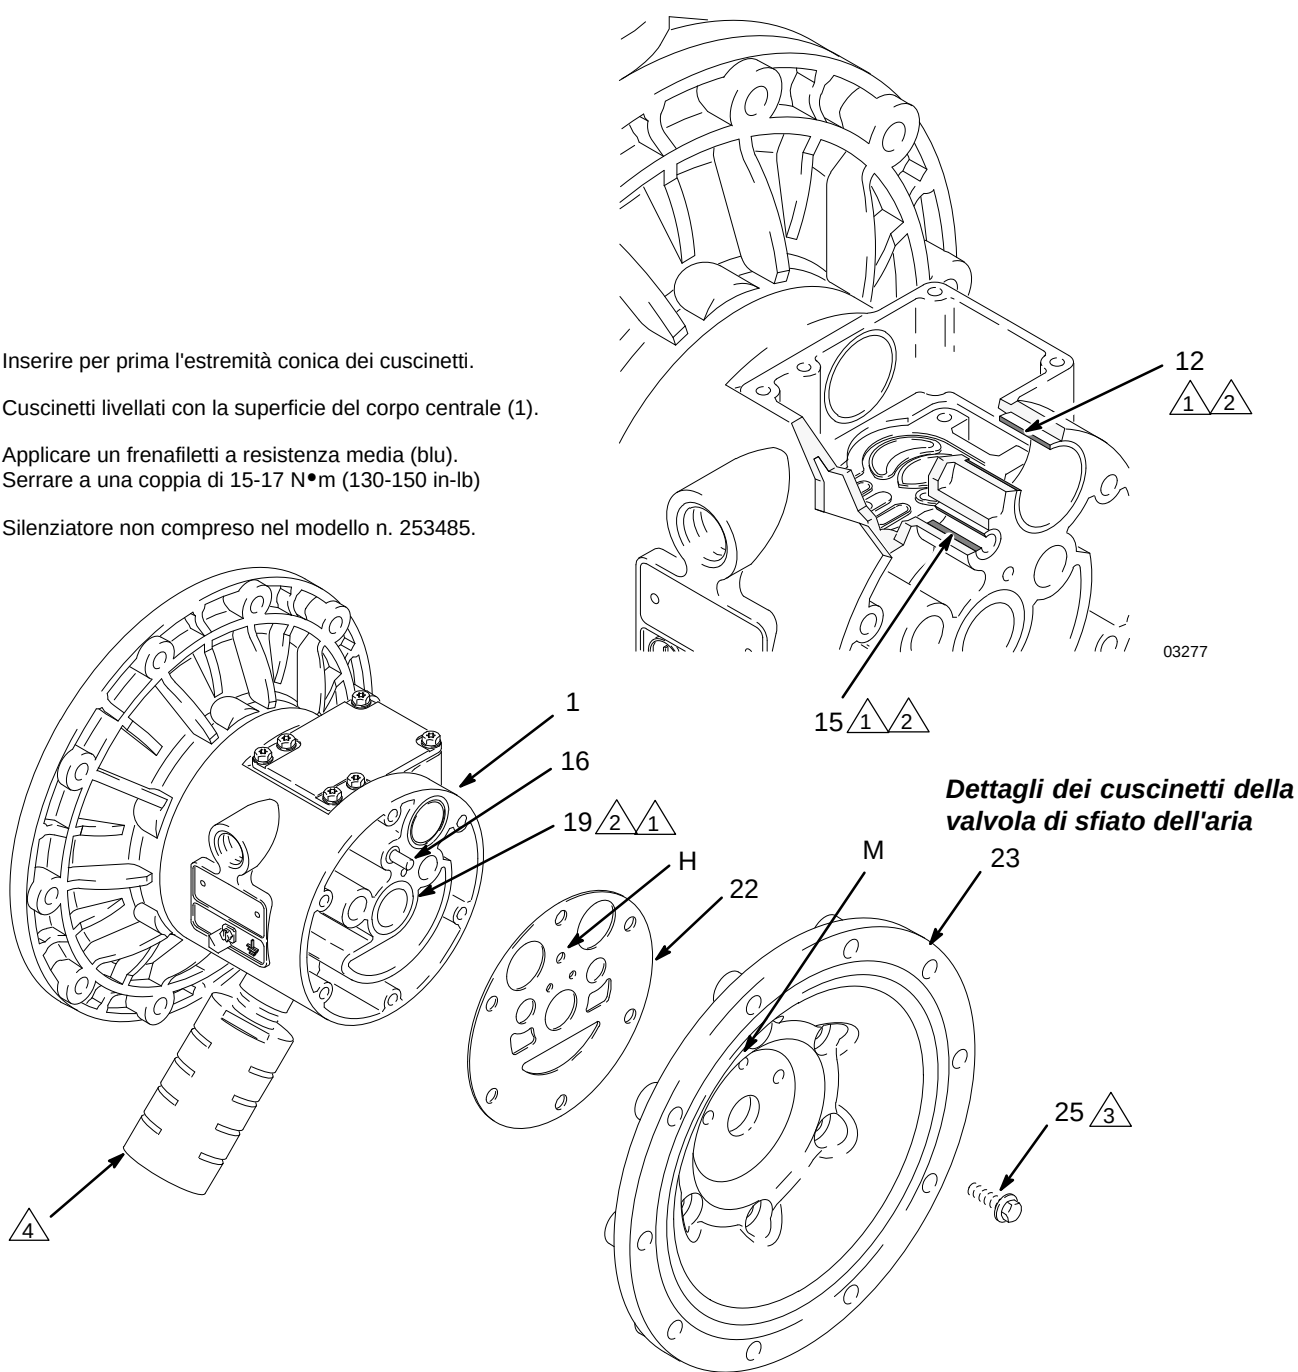

FIG. 13
5. Utilizzando una chiave a tubo da 10 mm, rimuovere le viti (25) che fissano i coperchi dell'aria (23) sul corpo centrale (1). Vedere: FIG. 13.
6. Rimuovere le guarnizioni del coperchio dell'aria (22). Sostituire sempre le guarnizioni con guarnizioni nuove.
7. Utilizzare un estrattore di cuscinetti per rimuovere i cuscinetti dell'albero della membrana (19), i cuscinetti della valvola dell'aria (12) o i cuscinetti del perno di guida (15). Non rimuovere i cuscinetti non danneggiati.
8. Se sono stati rimossi i cuscinetti dell'albero della membrana (19), arrivare al centro del corpo (1) con un uncino per O-ring, agganciare le guarnizioni a U
1. Se sono state rimosse, installare le guarnizioni a U dell'albero (402*) in modo che i bordi si trovino rivolti **verso l'esterno** del corpo (1).
2. I cuscinetti (12, 15 e 19) sono conici e possono essere installati solo in un modo. Montare i cuscinetti nel corpo centrale (1), inserendo per prima **l'estremità conica**. Utilizzando una pressa o un blocco e un martello in gomma, inserire il cuscinetto in modo che sia a filo con la superficie del corpo centrale.
4. Allineare la nuova guarnizione del coperchio dell'aria (22) in modo che il perno di guida (16) estendendosi dal corpo centrale (1) combaci con il foro corrispondente (H) della guarnizione.
5. Allineare il coperchio dell'aria (23) in modo che il perno di guida (16) si inserisca nel foro centrale (M) dei tre piccoli fori disposti accanto al centro del coperchio. Applicare frenafili di media resistenza (blu) alle filettature delle viti (25) e inserire le viti serrandole manualmente. Vedere: FIG. 13. Utilizzare una chiave a tubo da 10 mm per serrare a croce le viti in modo uniforme a una coppia di 15-17 N•m (130-150 in-lb).